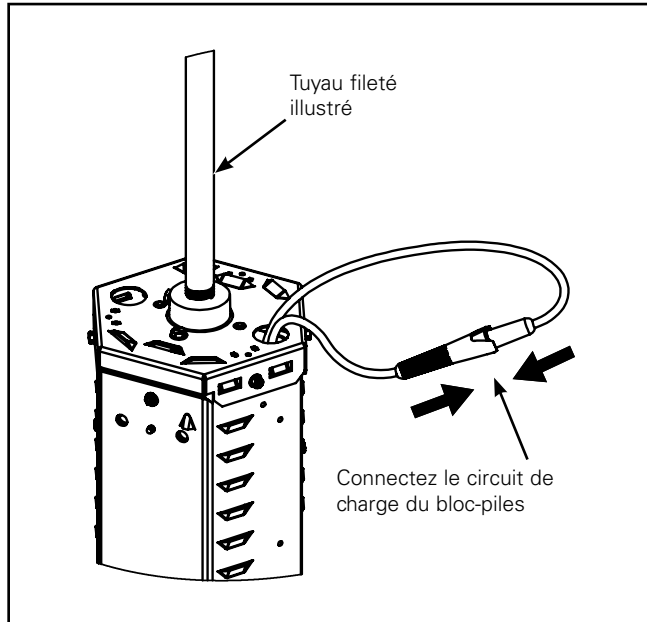

Figure 3.
4. Branchez les fils sortant de l'entrée défonçable et remplacez les câbles dans le luminaire. (Figure 3).